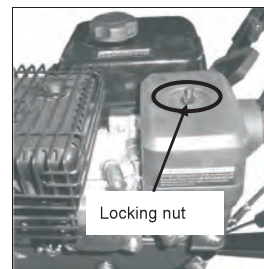

Fig. 20A
1. Remove the locking nut. (Fig. 20A)